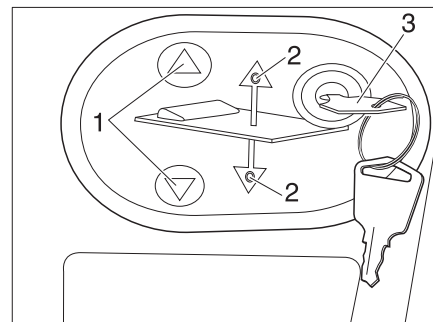

Fig. 146 Panel de mando de la cama elevada eléctrica
- Introducir la llave (Fig. 146,3) en el panel de mando.
- Pulsar y mantener pulsada la tecla  o  (Fig. 146,1). El LED correspondiente (Fig. 146,2) se enciende y la cama elevada se baja o se levanta.
- Cuando se alcanza la posición deseada, soltar la tecla  o  (Fig. 146,1). El LED correspondiente (Fig. 146,2) se apaga.
- Extraer la llave (Fig. 146,3).